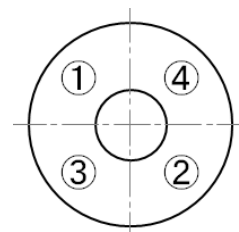

図 4-1. フランジへの接続
- ① 本製品の防塵カバーを取り外し、流路内の異物を取り除く。
- ② 配管内を清掃し、異物を取り除く。
- ③ 配管接続部、およびガスケットにキズや異物の付着が無いことを確認する。
- ④ ガスケットとストレーナーを装着し、本製品と関連機器を仮止めする。※
- ⑤ ボルト、ナットを締める。
- フランジへの接続では、対向するボルト、ナットを手で締め、その後、複数回に分けて工具で締め込んでください（参考：図 4-1）。